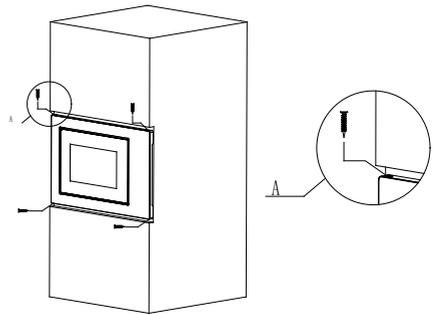

Fig.4
- d) Gebruik de schroeven van de onderdelenverpakking om de magnetron in de kast te bevestigen. (Fig.4)